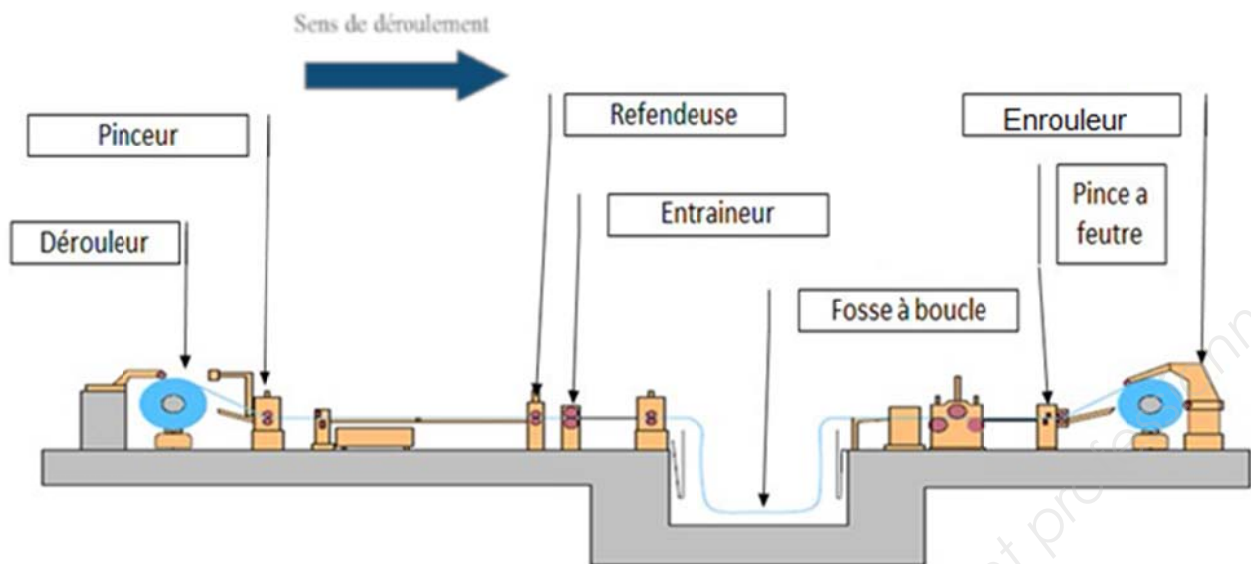

Figure 6 Schéma de la ligne de refendage.
Le refendage consiste à dérouler une bobine, la recouper dans le sens de la longueur et à la rebobiner. On peut voir, figure 6 du sujet, le schéma de la ligne de refendage.
- **Figure 6** : Schéma de la ligne de refendage